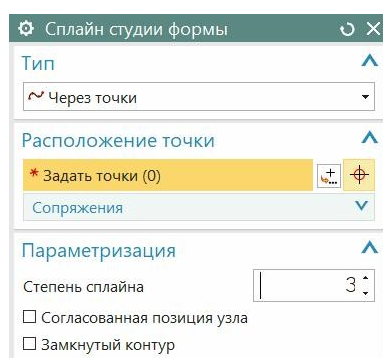

Рис.59
- Чаще всего вы будете применять команду *Сплайн студии формы*. Диалоговое окно этой команды показано на рис.59.